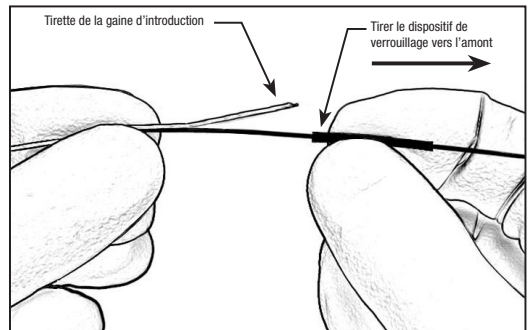

Figure 3 : Tirer le dispositif de verrouillage vers l'amont
17. Tenir le dispositif juste en aval du dispositif de verrouillage et faire glisser le dispositif de verrouillage vers l'amont pour exposer la tirette de la gaine d'introduction. Voir Figure 3.